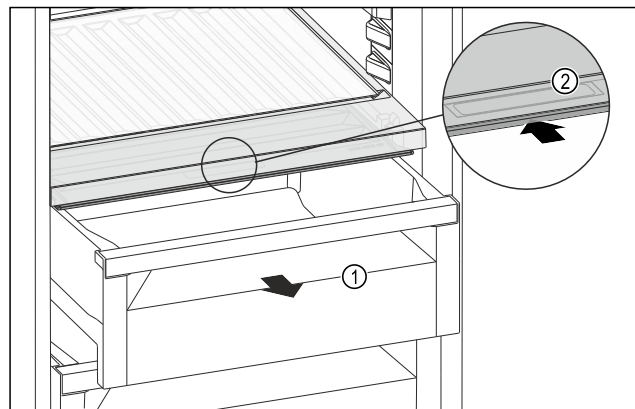

Fig. 123
- ▶ Schubfach Fig. 123 (1) herausziehen.
- ▶ Griffmulde Fig. 123 (2) am Fachdeckel anheben und Fachdeckel gleichzeitig nach hinten schieben.